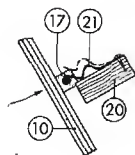
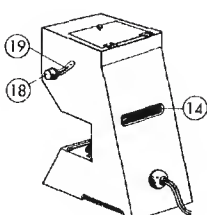

Fig. 305. Molletta di fermo per lo specchio.
Fig. 306. L'apparecchio finito.
destra è provvista di una vite 6 mm che si muove in una fessura curva della parete esterna di 7 mm di larghezza. Tagliata la testa alla vite, possiamo fissarvi un bottone di radio a fermo laterale (18); la fessura può essere ricoperta da una mascherina di alluminio (19) (v. anche fig. 306). Per fermare lo specchio nella posizione alzata, avvitiato sulla parete interna un blocchetto (20) con una molletta sagomata (21) (fig. 305) sotto la quale, dopo averla sollevata, entra la parte cilindrica della vite. Lo specchio si trova nella posizione giusta quando l'immagine proiettata sullo schermo ha i bordi paralleli; se ciò non avviene, è segno che l'asse di rotazione dello specchio non è parallelo ai piani dello schermo e di appoggio della negativa; in questo caso bisogna correggere leggermente la posizione delle cerniere, inserendo uno spessore o spostando le viti. Il telaio di copiatura deve essere portato sulla misura, adatta o, se vogliamo, costruito appositamente.